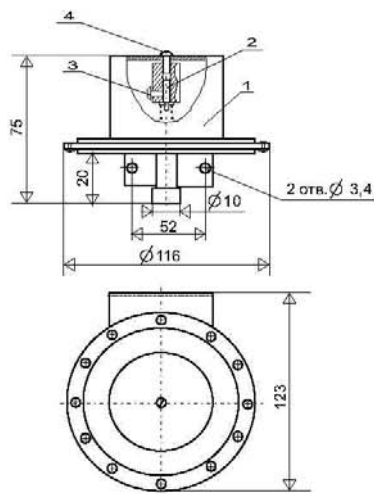

Рис.1 – Общий вид датчика ДДМ-1.1Ш
3.7. Общий вид и габаритные размеры датчика приведены на Рис.1.
6.2. Снять защитный кожух поз.1(см.Рис.1). Подсоединить к ниппелю датчика через рукав с внутренним диаметром 8мм (ГОСТ 10362-76) источник давления газа. Подсоединить датчик к электронной системе обработки сигнала проводом с сечением жилы не менее 0,2 мм. Регулирующим винтом поз.2 установить порог срабатывания датчика, зафиксировав его положение стопорным винтом поз. 3. Контроль величины необходимого давления произвести по манометру, находящемуся на трубопроводе, где расположен датчик.